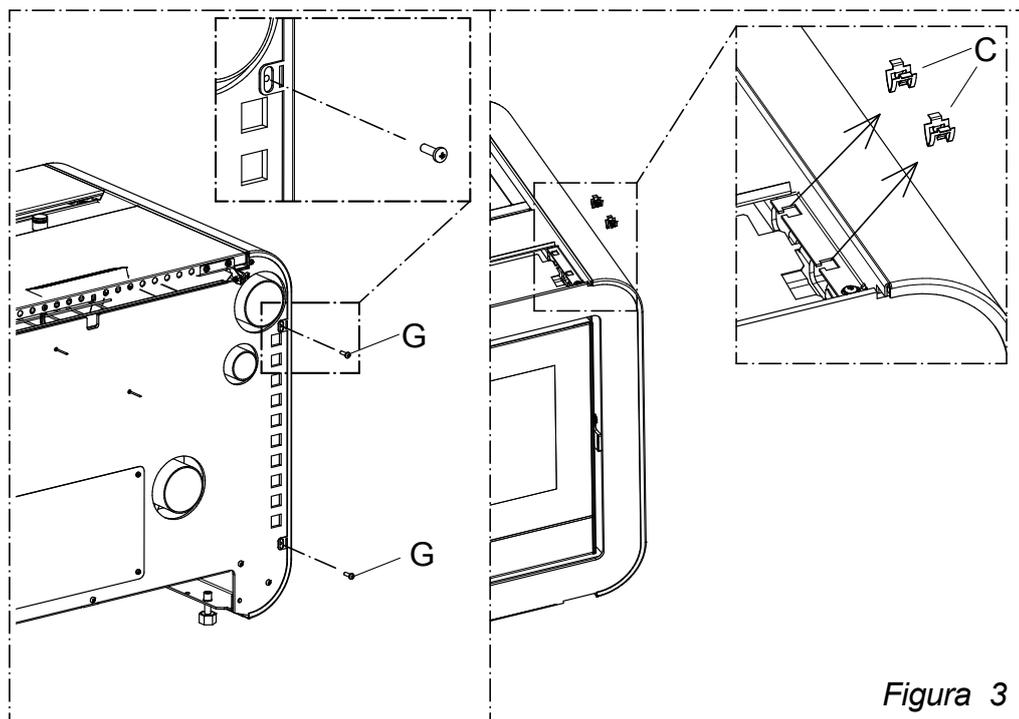
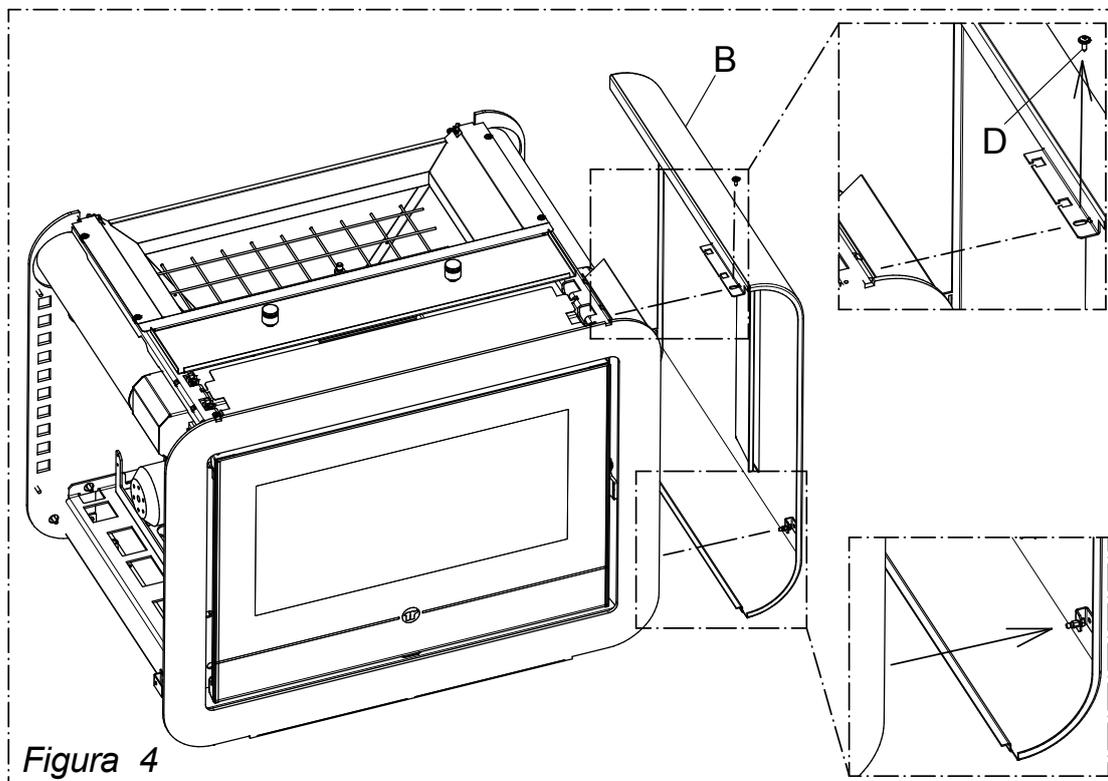

Figura 3
Figura 4
- Togliere l'apparecchio dal bancale agendo posteriormente all'apparecchio e seguendo le indicazioni della Figura 3 e Figura 4 avendo molta accortezza a non danneggiare i rivestimenti in quanto delicati.
- 4) Svitare le due viti G del fianco desiderato, presenti nella parte posteriore dell'apparecchio come indicato nella figura 3. Successivamente togliere i ganci C presenti nella parte superiore come indicato nella figura 3:
Procedere poi al montaggio del tappo G fissandolo con le viti H. (Figura 2 e Figura 4).
- Procedere poi al montaggio dei 2 tappo G fissandolo con le viti H. (Figura 2 e Figura 4).